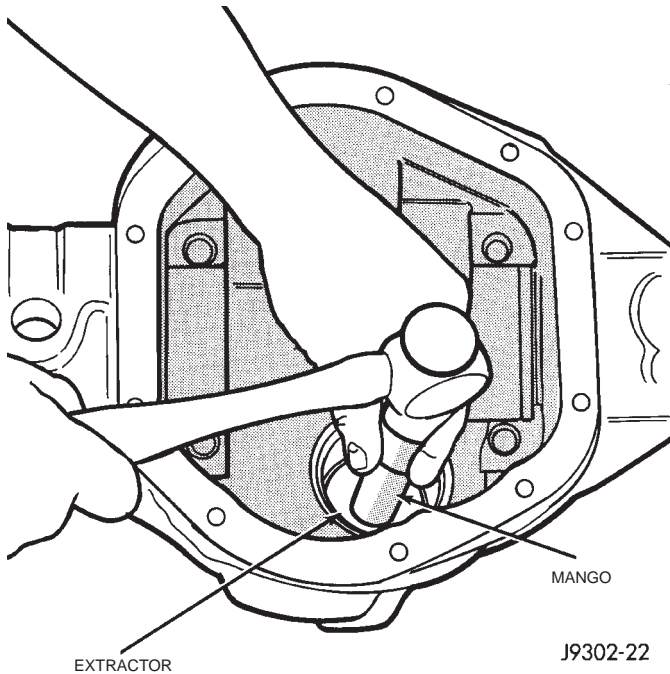

Fig. 47 Desmontaje de la cubeta del cojinete delantero
(7) Retire la junta del piñón con un martillo de percusión o haciendo movimiento de palanca con una barra.
(8) Retire el deflector de aceite, si está equipado y el cojinete del piñón delantero.
(9) Retire la cubeta del cojinete del piñón delantero con el extractor D-103 y el mango C-4171 (Fig. 47).